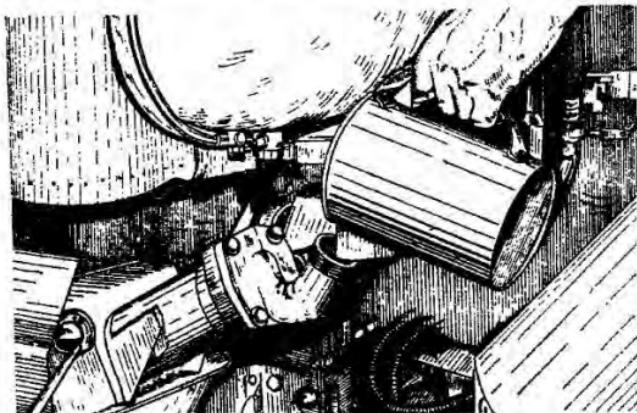

Рис. 31. Заправка масляного бака гидравлической системы заднего навесного устройства (через заливную горловину).
**Смазка гидравлической навесной системы.** Масло заправляется маслонагнетателем через заливную горловину бака или через отверстие в крышке заливной горловины (рис. 31) до середины смотрового стекла.